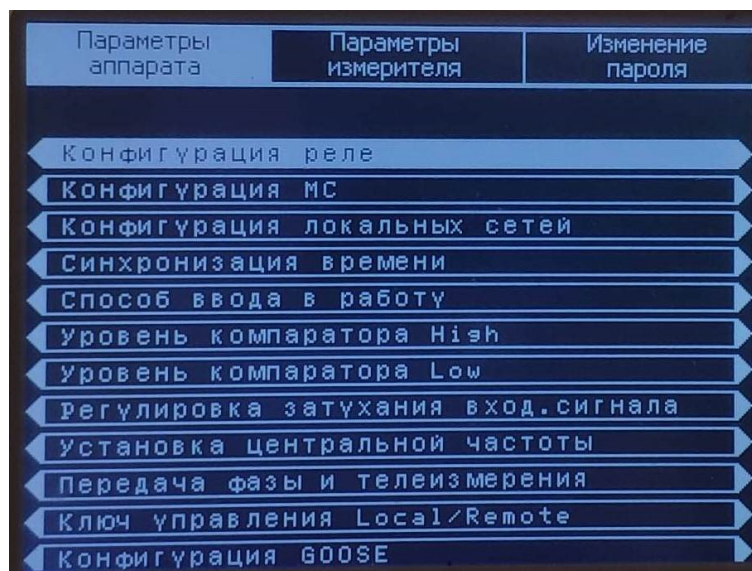

Рисунок 6 – Подраздел «Параметры аппарата»
2.1. «Параметры аппарата» - подраздел предназначен для изменения или просмотра параметров «ОРИОН» АПК RX (см. рисунок 6).